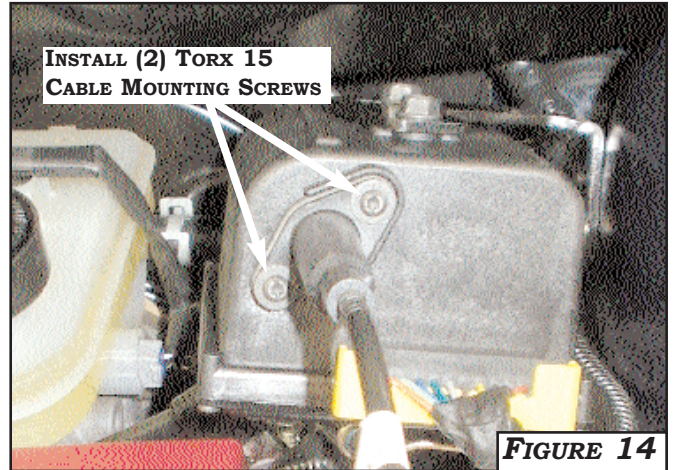

FIGURE 14
15. ALIGN **CABLE HOUSING** AND **CABLE GASKET** AND INSTALL **(2)-TORX 15 SCREWS**. TIGHTEN **SCREWS** TO **15.96-18.60LBS*IN**. **FIGURE 14**